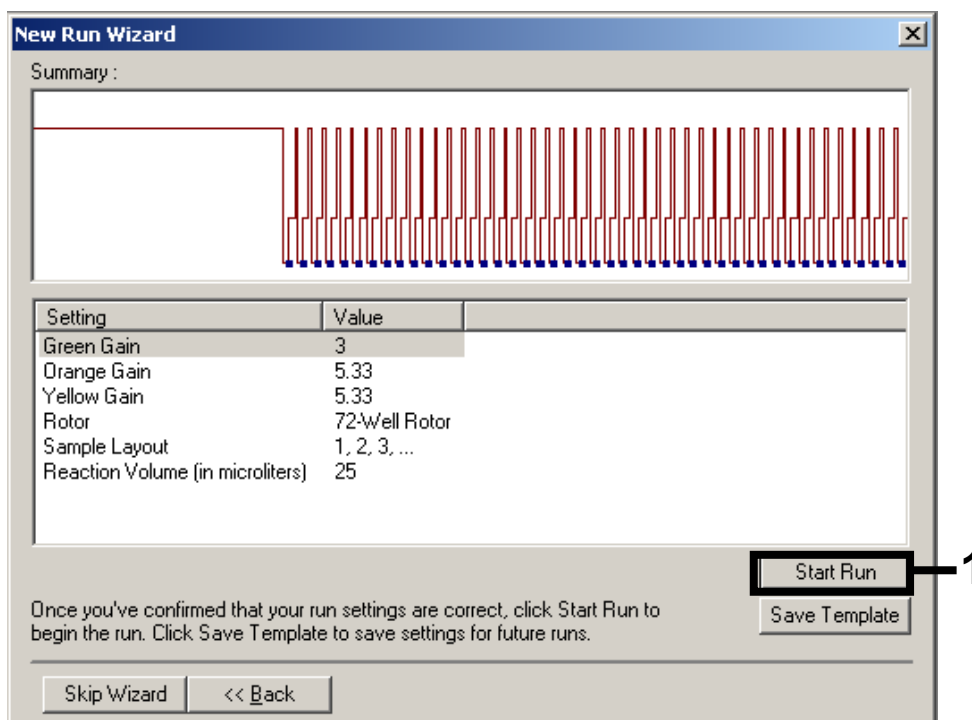

Abbildung 9. Starten des Laufs.
11. Die durch die Kanal-Kalibrierung ermittelten Gain-Werte werden automatisch gespeichert und sind im letzten Dialogfenster der Programmierung aufgeführt (siehe Abb. 9). Klicken Sie auf "Start Run" („Lauf starten“).